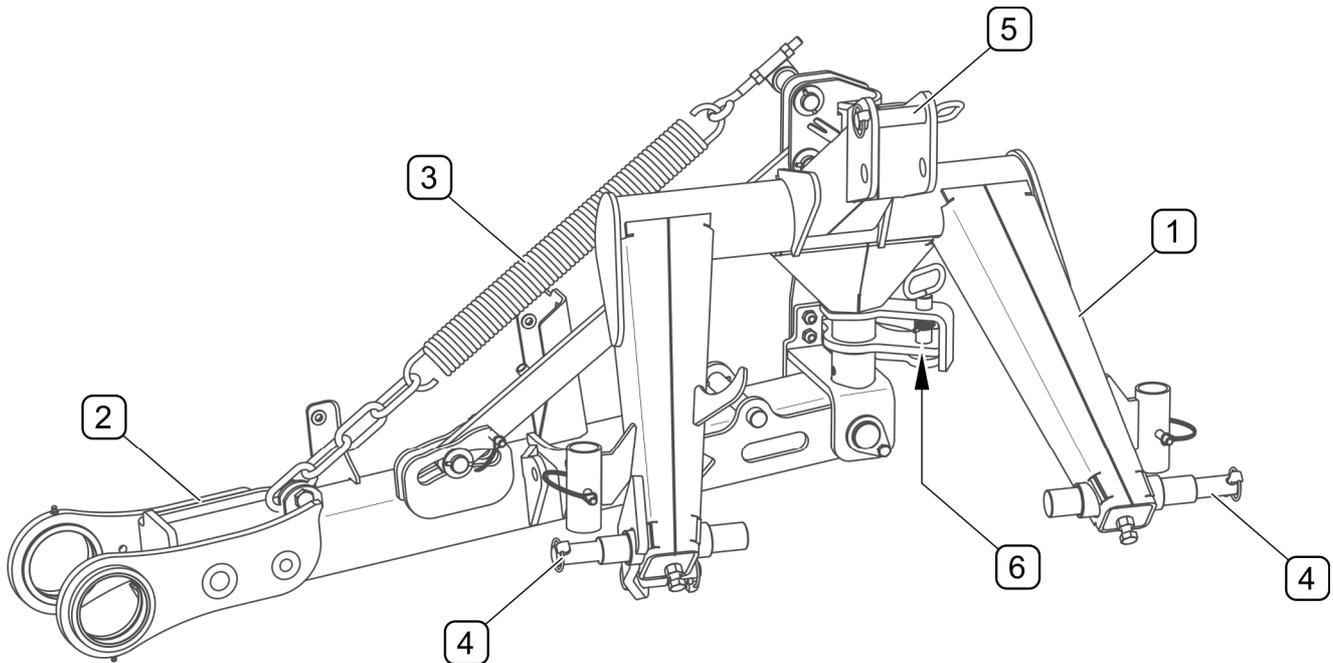

FIGURE 3.2 Système de suspension
(1) - cadre d'attelage trois points ; (2) - bras de support ; (3) - ressort de secours ; (4) - axe des bras inférieurs; (5) - axe du bras central ; (6) - tige de verrouillage de rotation de barre ;
Le composant principal de la suspension (FIGURE 3.2) de la faucheuse PDK220 est le châssis d'attelage à trois points (1) muni de deux axes des bras inférieures réglables (4) et de la axe du bras central (5) pour le raccordement à la suspension à trois points du tracteur. Le bras support (2) sert à relever et abaisser l'unité de coupe. Un ressort (3) à tension réglable permet de soulager le système de coupe. Utilisation du boulon (6) le bras de support est bloqué lorsqu'il est tourné vers la position de transport.